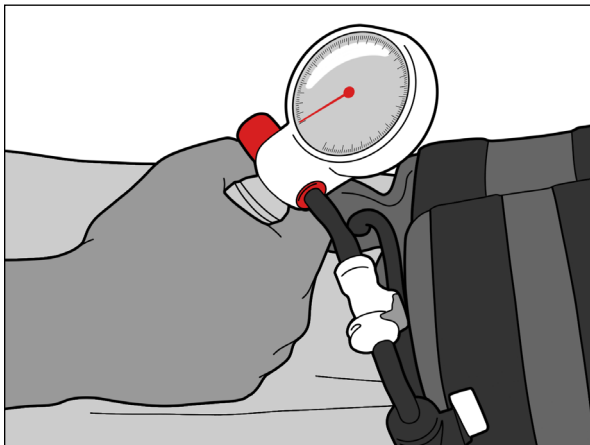

Fig. 19
6. Gonfiare la camera d'aria alla pressione desiderata premendo ripetutamente la pompa (Fig. 19).